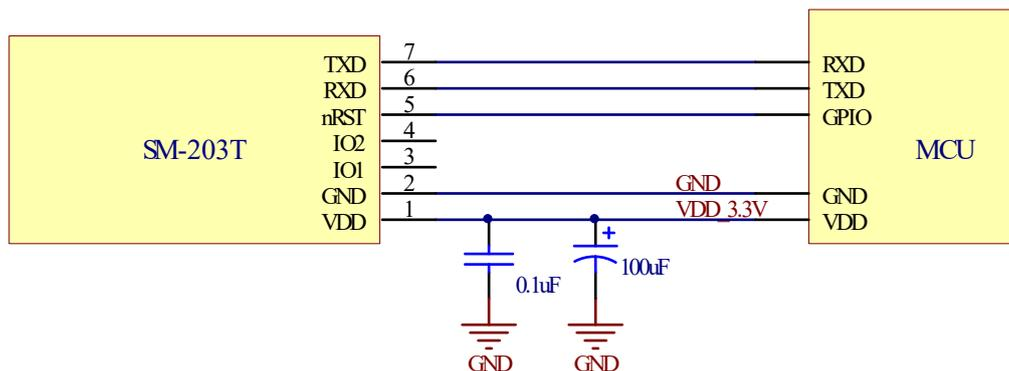
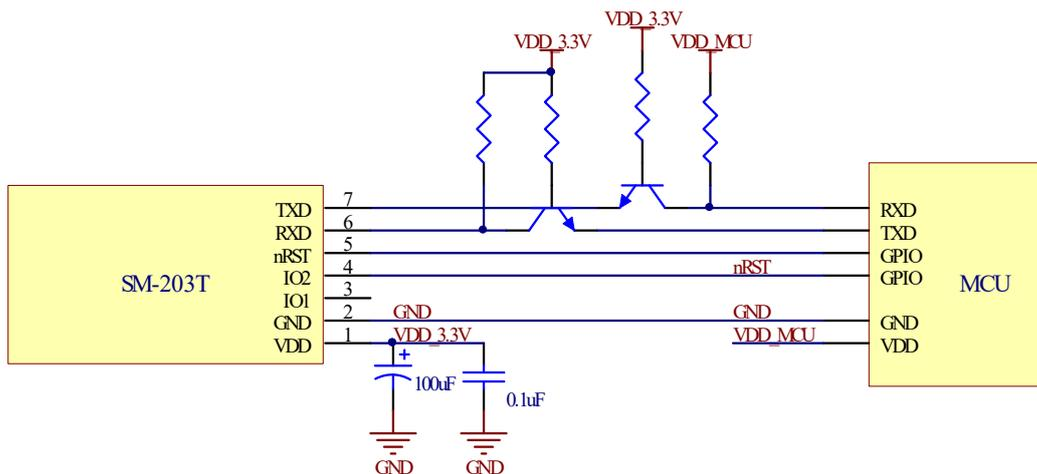

图 4 模组和 MCU 相同电平供电
图 5 模组和 MCU 电平转换电路
SM-203T 串口透传模组，采用 UART 串口与外部单片机进行通信，在电路设计时推荐采用 LDO 电源给模组供电，并且电源至少应可持续提供 200mA 的峰值电流。参考电路设计如图 4 和图 5 所示：
- 注：(1) 采用 3.3V 供电电源，至少应可持续提供 200mA 的峰值电流；
(2) 引脚 3 和引脚 4 为模组 GPIO 引脚，预留未使用，建议悬空；
(3) 当模组和 MCU 的供电电平不相同，串口通信需做电平转换，参考电路图 5。